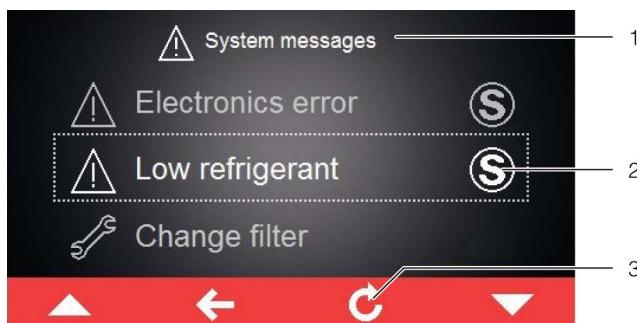

Fig. 28: Schermata con messaggi di malfunzionamento/guasto
In presenza di un messaggio di malfunzionamento/guasto non risolvibile in autonomia dall'utente e che non scompare automaticamente, al suo fianco e nella barra comandi, accanto al simbolo dei messaggi di sistema, viene visualizzata l'icona «Service» (Fig. 28, pos. 2).